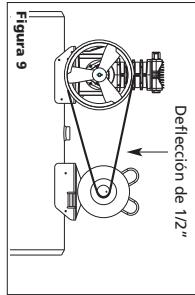

Figura 9
3. Mueva el motor en la dirección de uso normal. Cuando estén bien ajustadas la deflexión debe ser sólo una de 2,27 kg entre la polea del motor y el cabezal (Vea la Figura 9).